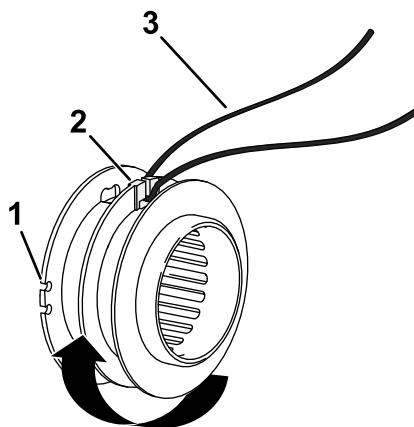

Figura 18
5. Doble el hilo nuevo en el centro e introduzca la doblez en la ranura de guía de la pestaña central del carrete (Figura 18).
6. Enrolle las 2 mitades del hilo uniformemente y con firmeza alrededor del carrete, como se muestra en la Figura 18.
7. Enrolle el hilo, dejando sobresalir del carrete justo lo suficiente como para entrar en contacto con la pletina de anchura de corte, y enganche los extremos en las ranuras de guía del carrete (Figura 18).